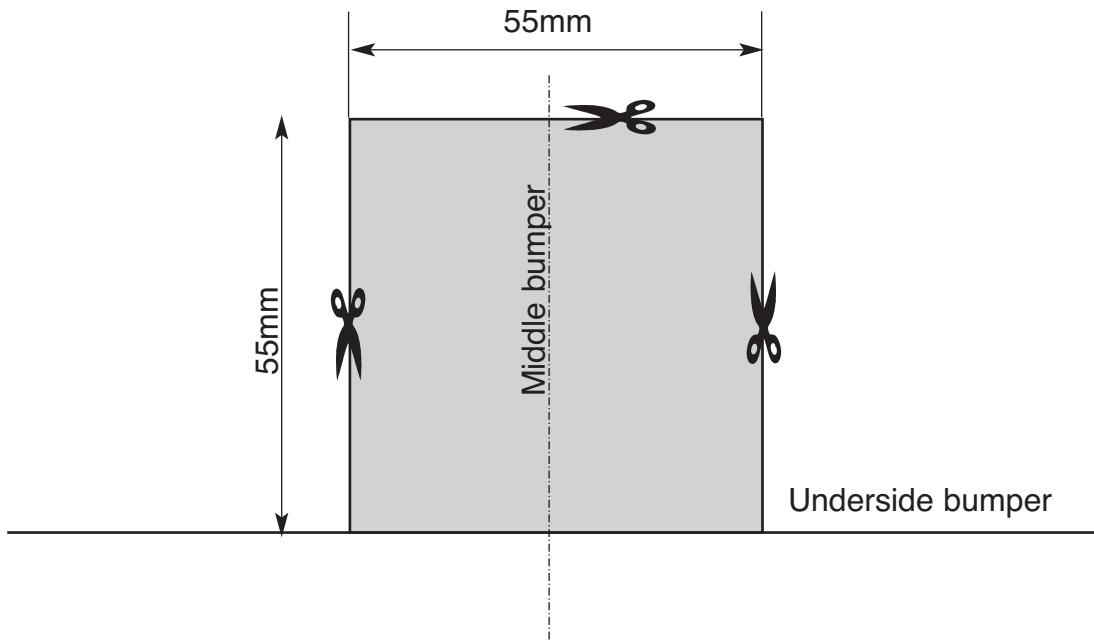

Fig. 1a
- Sav et stykke på 55mmx55mm ud af kofangeren (jævnfør fig. 1a/1b).
- Serrar una parte de 55mm x 55mm del parachoques (véase la fig.1a/1b).
- Segare via dal paraurti un pezzo di 55 mm x 55 mm (vedi fig. 1a/1b).
- Wywiercić odcinek 55mm x 55mm ze zderzaka (patrz rys.1a/1b).